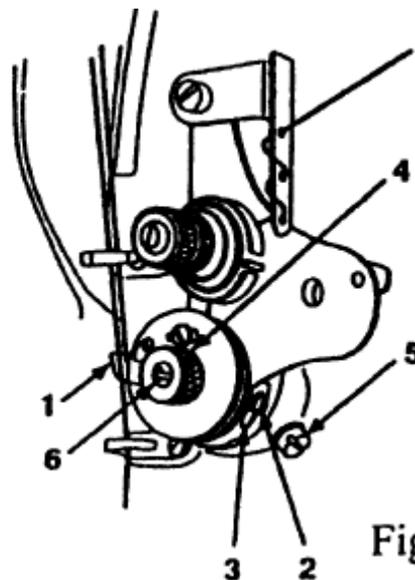

Fig.17
20. Réglage du ressort contrôleur (Fig.17)